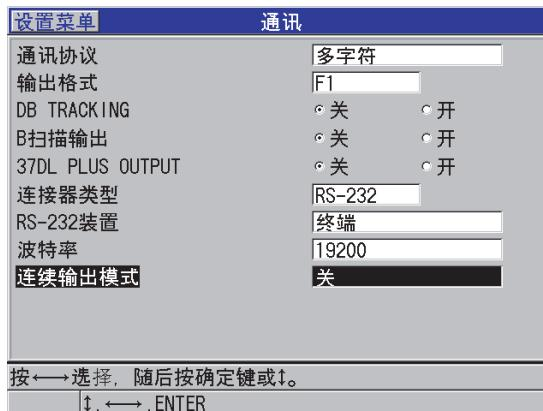

图 14-3 查看通讯参数
7. 在**通讯**屏幕上（参见第 249 页的图 14-3）：